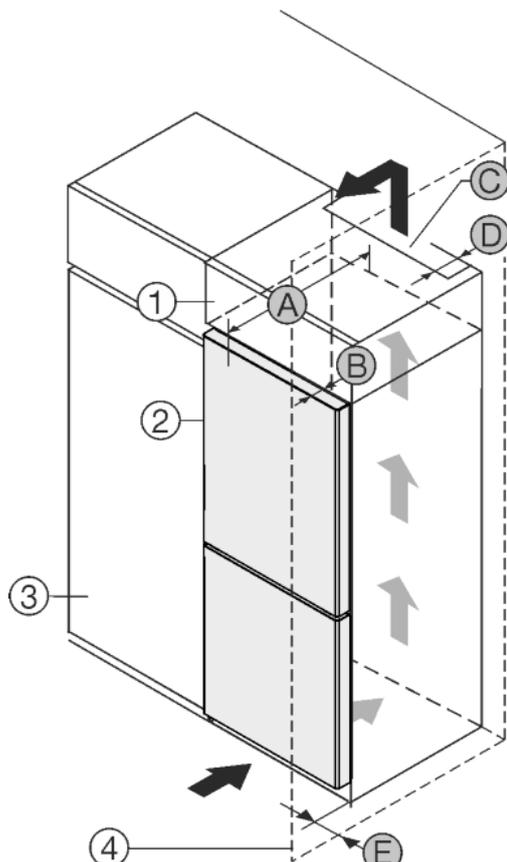

Fig. 1
- (1) Rehausse*
- (2) Appareil*
- (3) Placard de cuisine*
- (4) Mur*
- (A) Profondeur de l'appareil*
- (B) Profondeur de porte*
- (C) Section de ventilation*
- (D) Distance du dos de l'appareil*
- (E) Distance par rapport au côté de l'appareil*
Installer l'appareil directement à côté du placard de cuisine Fig. 1 (3).*
Installer l'appareil à une distance de 5 cm du placard de cuisine Fig. 1 (3).*
Une sortie d'air avec la profondeur Fig. 1 (D) doit être présente au dos de la rehausse sur toute sa largeur.*
La section de ventilation Fig. 1 (C) sous plafond doit être respectée.*
Si l'appareil avec les charnières est installé près d'une paroi Fig. 1 (4), la distance entre l'appareil et la paroi doit être de 40 mm min. Ceci correspond à la saillie de la poignée avec la porte ouverte.*
Pour pouvoir ouvrir complètement les portes, l'appareil doit déborder de la profondeur de la porte Fig. 1 (B) par rapport à la façade du placard. L'appareil peut déborder encore plus en fonction de la profondeur des placards Fig. 1 (3) et de l'utilisation de cales d'épaisseur.*
Pour pouvoir ouvrir complètement les portes, l'appareil doit déborder de la profondeur de la porte (B) par rapport à la façade du placard. L'appareil peut déborder encore plus en fonction de la profondeur des placards Fig. 1 (3) et de l'utilisation de cales d'épaisseur.*